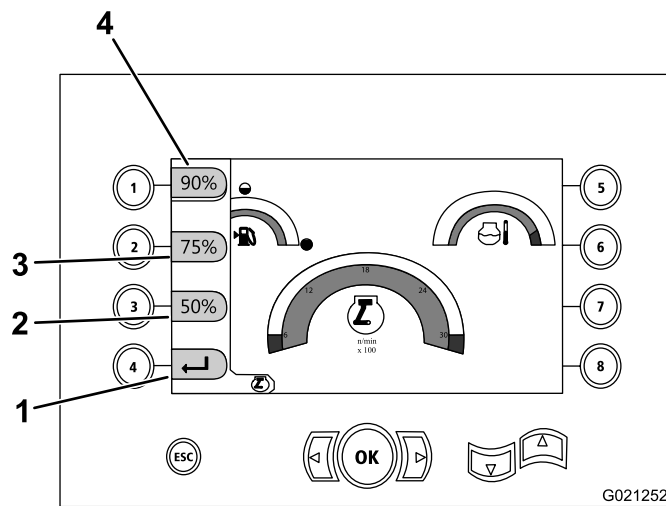

Рисунок 19
- Нажмите кнопку 1 для включения 90% частоты вращения двигателя (в об/мин), как показано на Рисунок 19.
- Нажмите кнопку 2 для включения 75% частоты вращения двигателя (в об/мин), как показано на Рисунок 19.
- Нажмите кнопку 3 для включения 50% частоты вращения двигателя (в об/мин), как показано на Рисунок 19.
- Нажмите кнопку 4 для возврата на главную страницу управления (Рисунок 19).